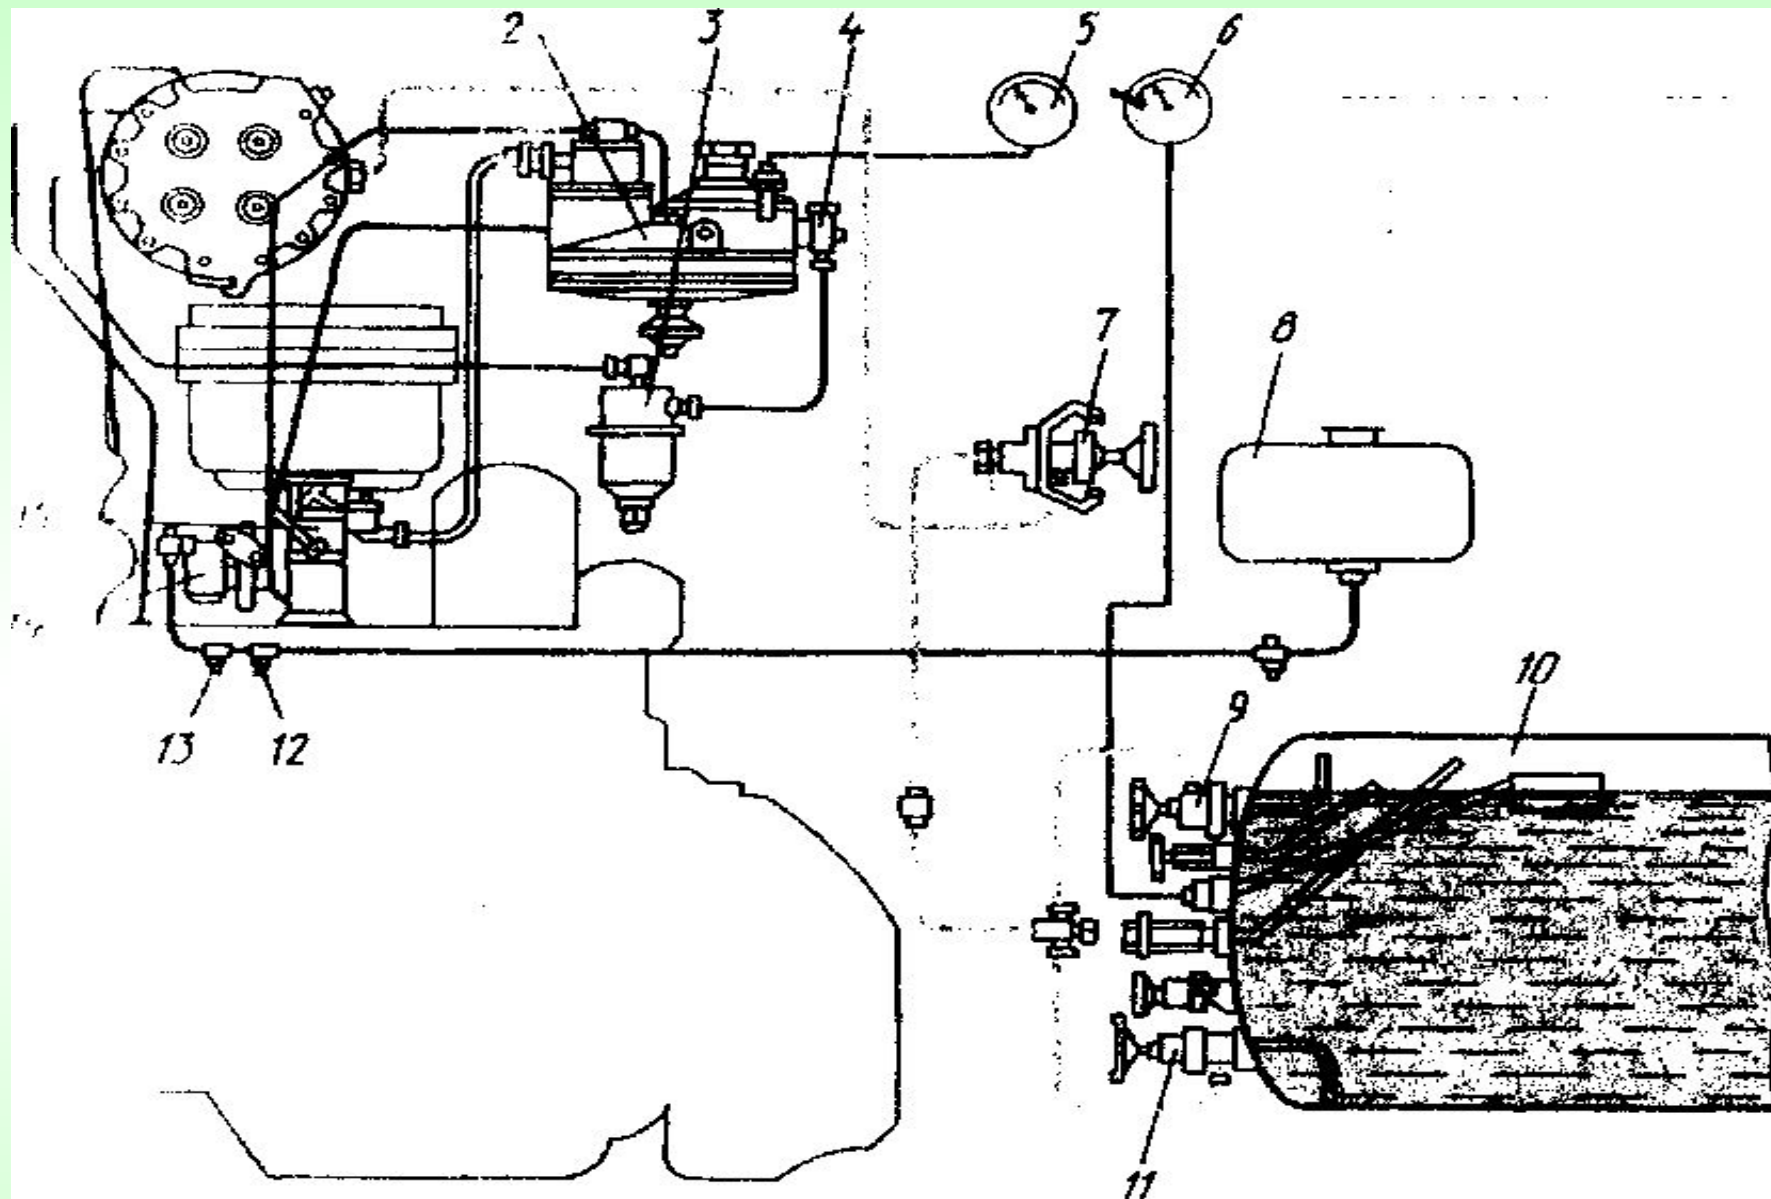

Рис. 1.2. Система питания двигателя сжиженным газом
- Система питания газового двигателя, работающего на сжиженном газе (рис. 1.2), состоит из баллона 10 с жидкостным 11 и паровым 9 расходными вентилями, магистрального вентиля 7, карбюратора 14, смесителя 15, испарителя 1, газового фильтра 3, сетчатого фильтра 4, газового редуктора 2, топливного бака 8, фильтра-отстойника 12, топливного насоса 13, манометра 5 и указателя уровня газа 6 в баллоне.